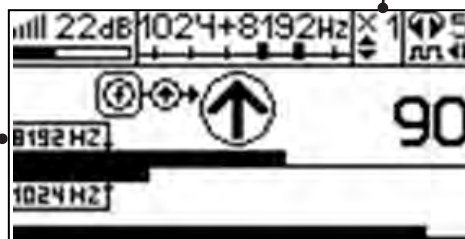

Рис.8.4
4. «Назначение» производится нажатием кнопки **f** при расположении датчика точно над «выделенной» коммуникацией, считающейся «своей». После этого указатель направления сигнала приобретает вид - (↓). При переходе на «чужую» коммуникацию с другим «направлением сигнала» (или при изменении положения датчика на «обратное») раздастся звук и стрелка покажет «направление сигнала - назад (↓)» (рис.8.4)
Методика: Производя трассировку с применением ЭМД на низкой активной частоте (512Гц / 1024Гц) (**см. раздел активный трассопоиск**), наблюдать за уровнем сигнала. Локальное повышение и резкое уменьшение уровня указывают на вероятность наличия дефекта изоляции. (**рис. 8.4**) При этом величина сигнала может меняться по различным причинам: положение датчика, глубина залегания кабеля, наличие мешающих конструкций. Поэтому таким методом можно обнаружить лишь «низкоомные» дефекты сопротивлением менее 1кОм.